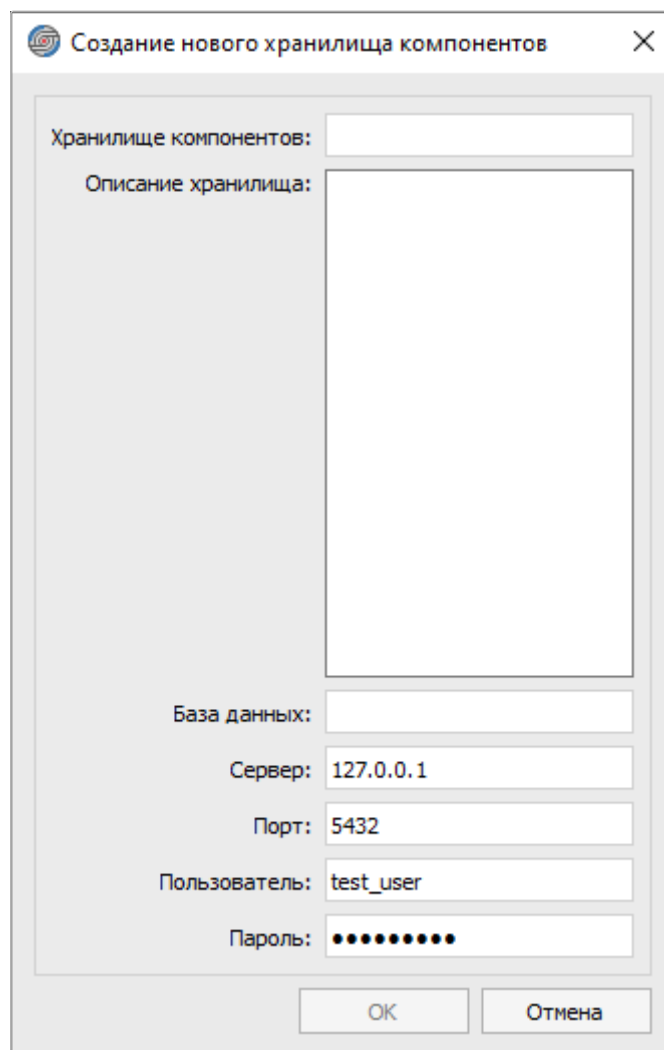

Рисунок 90. Окно «Создание нового хранилища компонентов»
- в поле «Пароль» (обязательное для заполнения) ввести пароль для пользователя или оставить значение по умолчанию (см. рисунок 90).